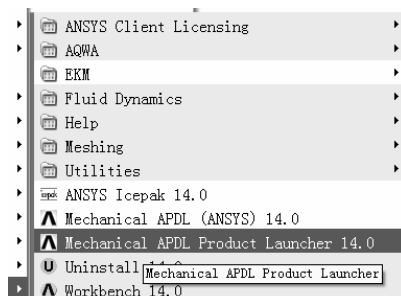
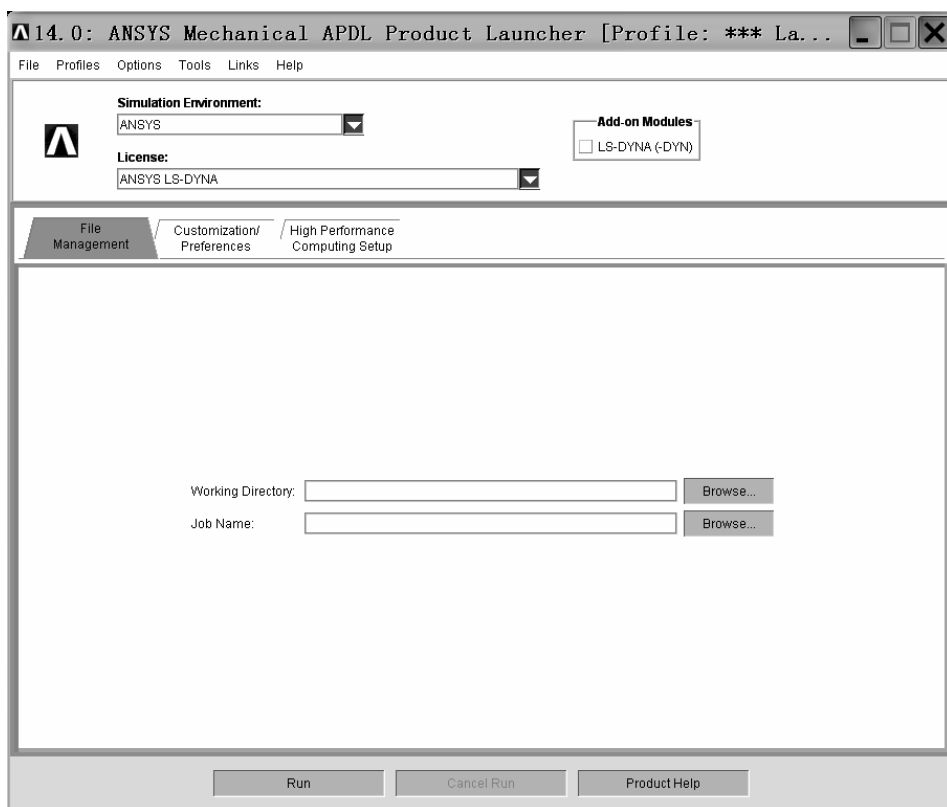

图 5-5 “Mechanical APDL Product Launcher 14.0” 图标
图 5-6 “14.0: ANSYS Mechanical APDL Product Launcher [Profile:\*\*\*La...” 窗口
(1) 在“开始”菜单中指向“ANSYS 14.0”文件夹，出现“Mechanical APDL Product Launcher 14.0”图标（见图 5-5）。单击“Mechanical APDL Product Launcher 14.0”图标，弹出“14.0: ANSYS Mechanical APDL Product Launcher [Profile:\*\*\*La...”窗口（见图 5-6）。
(2) 单击“14.0: ANSYS Mechanical APDL Product Launcher [Profile:\*\*\*La...”窗口中“Simulation Environment:”方框后的倒立三角形图标，选中“ANSYS”。
(3) 单击“14.0: ANSYS Mechanical APDL Product Launcher [Profile:\*\*\*La...”窗口中“License:”方框后的倒立三角形图标，选中“ANSYS LS-DYNA”。
(4) 在“14.0: ANSYS Mechanical APDL Product Launcher [Profile:\*\*\*La...”窗口中的“Working Directory:”方框内找出“D:\Ch5\pull bar”目录。